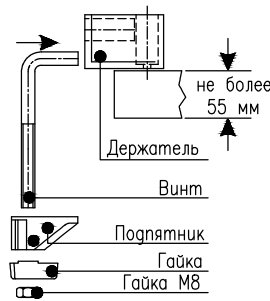

Рис.1
4.2. Для светильников "Светлана" моделей 112, 122, 212 и 222, собрать струбину в соответствии с рис. 1.